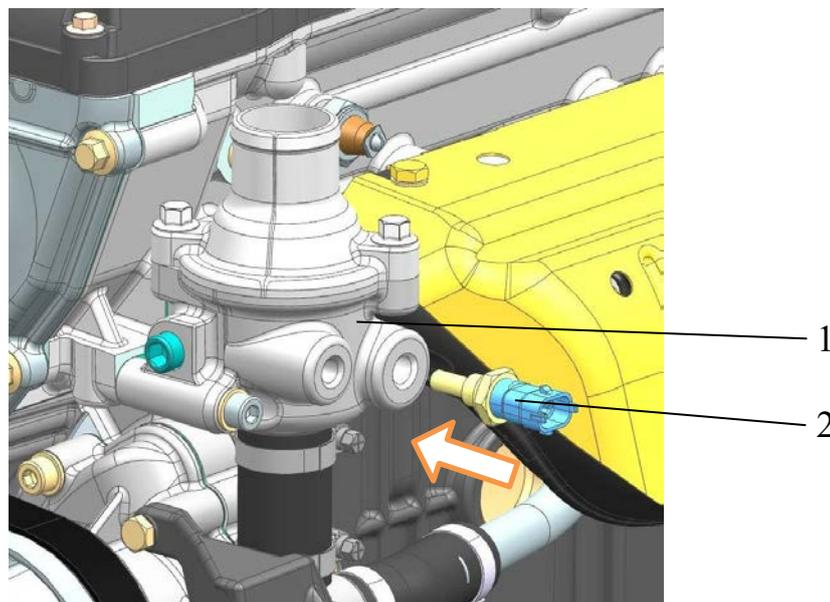

Рис.204. Установка датчика температуры охлаждающей жидкости:
**13.** Завернуть датчик температуры охлаждающей жидкости 2 (рис.204) в корпус термостата 1, предварительно нанеся на резьбовую часть датчика анаэробный герметик «Фиксатор-6» или аналогичный («Стопор-6», «Техногерм-5», «Гермикон-2К»).